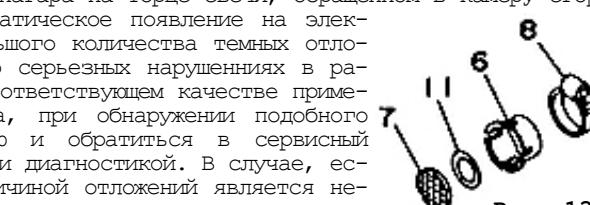

Рис. 13.
9.3.8. Демонтировать сетку искрогасителя поз. 7 (рис. 13) выпускного отверстия поз. 8 (рис. 1), ослабив хомут крепления поз. 8 (рис. 13). Удалить загрязнения механическим способом. Установить сетку на штатное место, затянуть хомут. При обнаружении повреждений сетку заменить оригинальной EG-H168-L11.